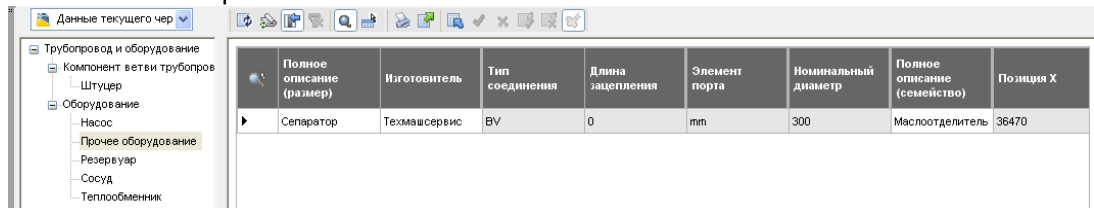

Рис. 103
- Откройте **Диспетчер данных**, найдите раздел **Прочее оборудование** и заполните поля (Рис. 103):